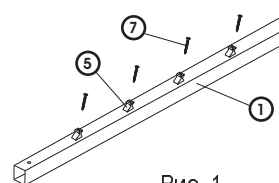

Рис. 1
2. Подготовка продольных профилей ①
- а) с помощью шурупов 3,5 X 35 ⑦ прикрутить 26 верхних защелок ⑤
- в) пункт а) повторить для остальных шести продольных профилей ①
- Необходимо собрать семь продольных профилей, как показано на Рис. 1